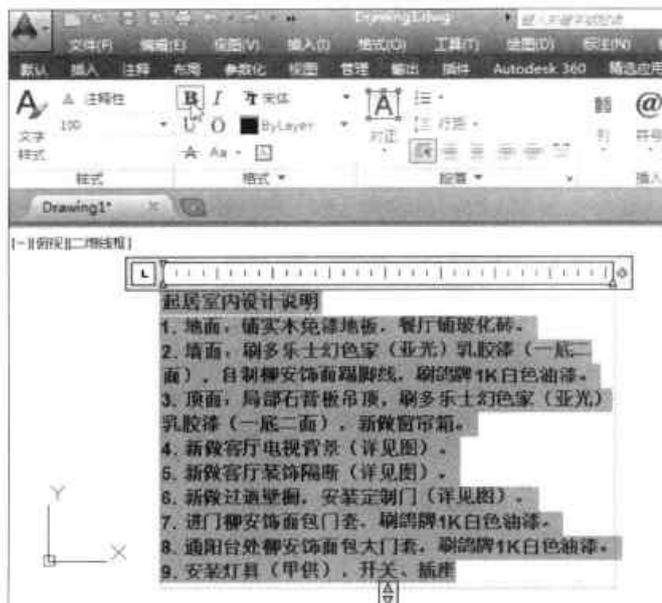

图8-19 设置文本加粗
Step 01 双击所需设置的段落文本，执行“文字编辑器>格式>加粗”命令，将文本字体加粗，如图8-19所示。